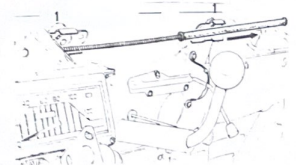

Fig. 9.17. Parte delantera del compartimento de pasajeros sin la tapa.
Quitar las tapas de los ejes (1) y el tubo guía (fig. 9.17).